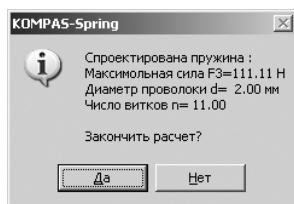

Рис. 4.17. Таблица значений числа рабочих витков проволоки
- щелкните правой кнопкой мыши в диалоговом окне **Свой вариант** в поле **Число рабочих витков**. Появится таблица, представленная на рис. 4.17;